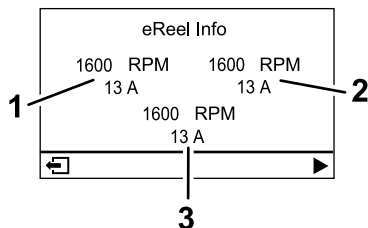

Figure 27
- **Écran d'information moteur UC (Figure 27) :** indique le régime et le courant du moteur de chaque unité de coupe.